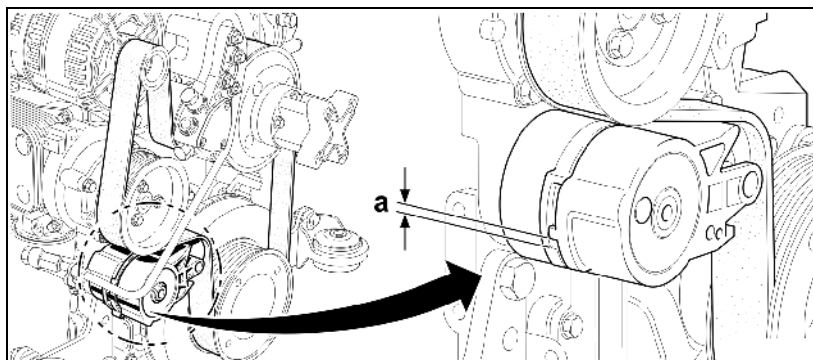

Fig. 163
1. Desfaceți piulița fluture a capotei filtrului (Fig. 163/1).
2. Detașați capota filtrului și trageți în afară elementul exterior de filtrare (Fig. 163/2).
6. anual, înlocuiți cu unul nou elementul interior de filtrare (Fig. 163/3) (nu curățați niciodată).
- o Desfaceți piulița hexagonală (Fig. 163/4) și extrageți elementul interior de filtrare.